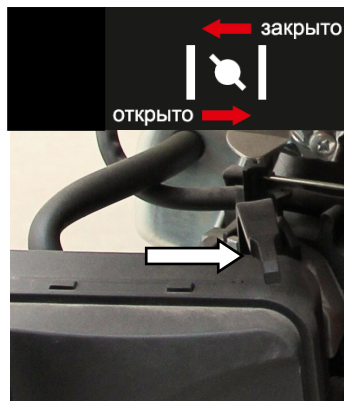

Рис. 16
5. Через 5 секунд после пуска двигателя плавно переведите рычаг воздушной заслонки в положение «Открыто» (Рис. 16).